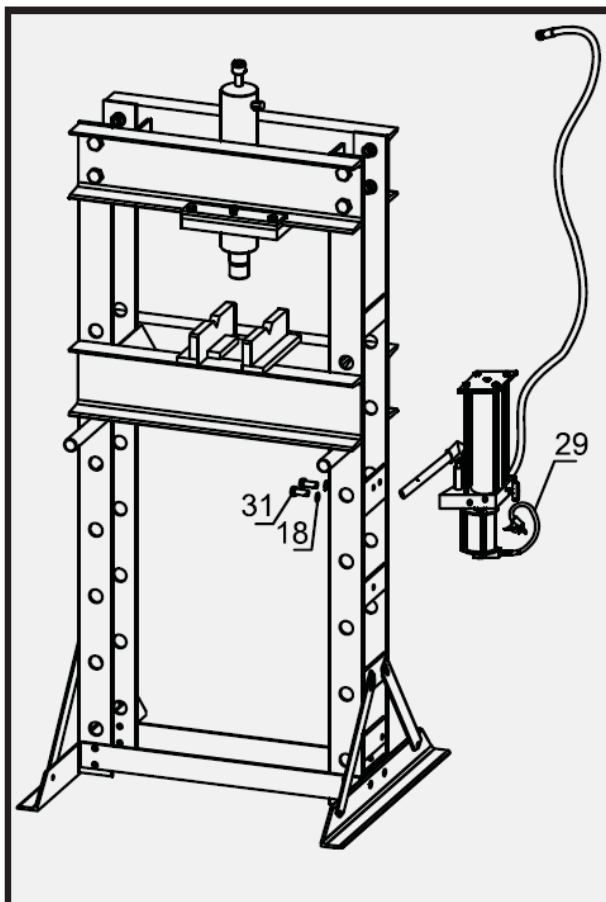

Рис. 5
Воспользуйтесь схемой станда (рис. 5), списком деталей и схемой сборки, приведенной в данной инструкции, разложите все детали по порядку и установите их по назначению перед сборкой.
6. Закрепите насос (29) на стойке болтами (31) и шайбами (18). См. рис. 5.